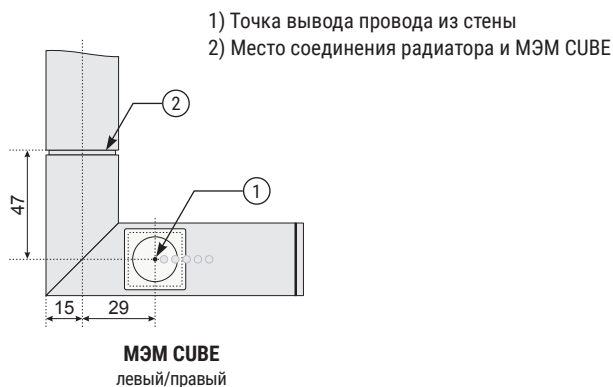

Рис.1
1.1. При подключении через скрытую проводку многофункционального электрического модуля (МЭМ) CUBE, необходимо заранее определить место для вывода электрического провода из стены. Для этого нужно воспользоваться ориентировочными размерами, предоставленными в данной инструкции (рис.1).